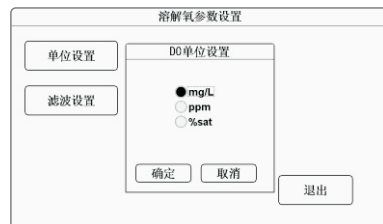

图2-31
- ◆ 单位设置：点击“单位设置”弹出如图2-31所示界面，有三种单位可供选择，选定后按【确定】键确认。